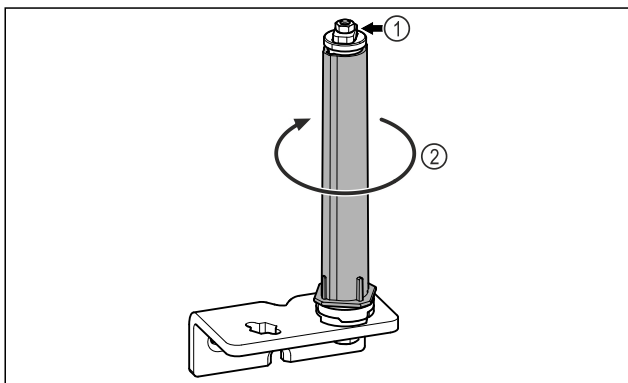

Fig. 22
- ▶ Neardykite durų uždarymo sistemos Fig. 22 (1).
- ▶ Sukite uždarymo sistemą Fig. 22 (2), kol ji užsifikuos.